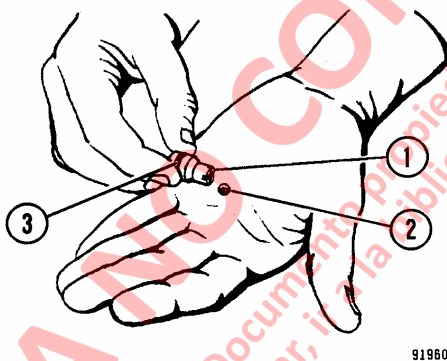
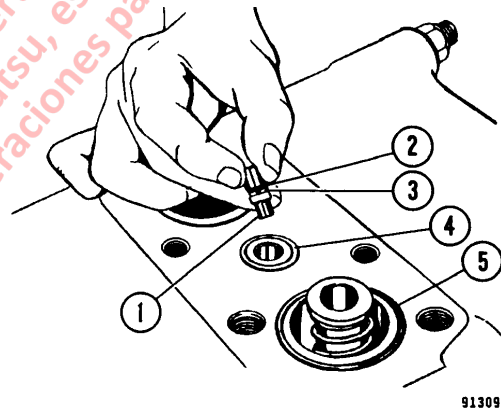
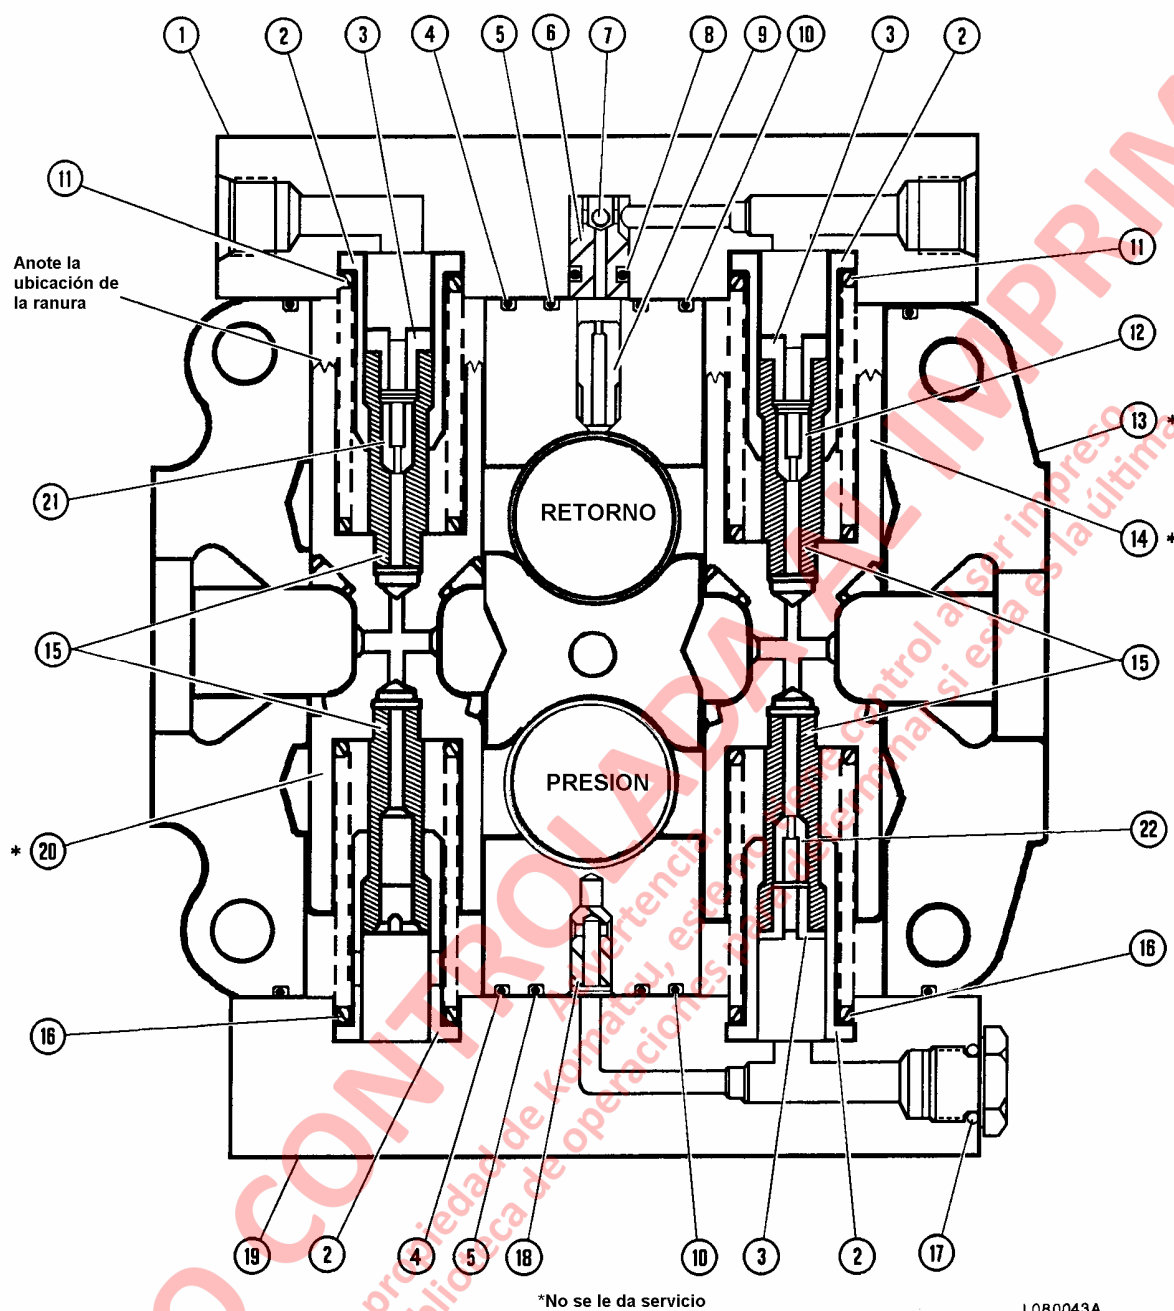

FIGURA 8-7. CABEZAL MOVIL Y BOLA
FIGURA 8-8. DESMONTAJE DEL CABEZAL MOVIL DE RESTRICCION
FIGURA 8-9. CONJUNTO DE LA SECCION DEL CARRETE DE LAS LUMBRERAS DE TRABAJO
2. Retire los pernos y saque la cubierta de la sección del carrete (1, Figura 8-9) de la caja.
3. Saque el cabezal móvil (1, Figura 8-7) de la cubierta del carrete. Saque y deseche el anillo de goma (3).
**NOTA:** El cabezal móvil (1) contiene una pequeña bola de acero. No la pierda.
4. Saque y deseche los anillos de goma (4) y (5, Figura 8-8).
5. Saque el cabezal móvil de restricción (1). Saque y deseche el anillo de goma (2) y el anillo de respaldo (3), si se usó. Fíjese en la posición del restrictor al desmontar para asegurar un reensamblado correcto.
6. Saque el conjunto del carrete (20, Figura 8-9). Fíjese en el color del resorte inferior (azul) para asegurar una ubicación correcta durante el reensamblado. También fíjese en la ranura en "V" en el extremo superior del carrete.
7. Saque el tapón (3) del extremo del carrete. Saque el asiento del resorte (2) y resorte (11). Saque el cabezal móvil (21) y el extremo de carrete (15).
*NOTA: Ponga especial atención a los cabezales móviles (12), (21) y (22, Figura 8-9) durante el desmontaje para asegurar una correcta ubicación durante el reensamblado. Los cabezales móviles se pueden identificar con un punto de color (Rojo, Verde o Blanco). Si los cabezales móviles no están codificados con color, utilice el cuadro de la Figura 8-10 y la broca especificada para medir el diámetro del orificio para su identificación.*
8. Repita el Paso 7 para desensamblar el extremo opuesto del carrete (20). Fijese que no haya tapones o cabezal móvil de restricción en el extremo opuesto y que el resorte sea azul.
9. Saque el conjunto del carrete (14). En el extremo superior del carrete, saque el tapón (3). Saque el asiento del resorte (2) y el resorte (11). Saque el cabezal móvil (12) y el extremo del carrete (15).
10. En el extremo opuesto, saque el tapón (3), el asiento del resorte (2) y el resorte (16). Saque el cabezal móvil de restricción (22) y el extremo del carrete (15).
11. Saque la cubierta (19), saque los anillos de goma (4), (5) y (10). Saque el cabezal móvil (18).
1. Lubrique los anillos de goma (4), (5) y (10, Figura 8-9) con aceite hidráulico limpio. Monte los anillos de goma en la caja del carrete. Instale el cabezal móvil (18). Instale la cubierta (19) y asegure en su lugar con pernos. Apriételos con un torque de **81 N.m (60 ft. lbs.)**.
2. Instale el resorte (11) en el carrete (20). Monte el asiento del resorte (2). Aplique Loctite en las roscas del extremo del carrete (15). Monte el extremo del carrete y apriete con un torque de **34 N.m (25 ft. lbs.)**. Monte el cabezal móvil verde (21). Aplique Dri-loc #204 a las roscas del tapón (3) instale y apriete el tapón con torque de **15 ft. lbs. (20 Nm)**.
*NOTA: Los cabezales móviles (12), (21) y (22) pueden tener código de color y deben montarse en su ubicación original.*
3. Repita el Paso 2 para el extremo opuesto del carrete (20) para montar el resorte, el asiento del resorte y el extremo del carrete. Asegúrese que el resorte (16) sea de color azul. En el extremo inferior no hay montado cabezal móvil ni tapón.
5. Instale el resorte (11, Figura 8-9) en el extremo superior (ranurado) del carrete que queda (14). Monte el asiento del resorte (2). Aplique Loctite a las roscas del extremo del carrete (15). Monte el extremo del carrete y apriete con un torque de **34 N.m (25 ft. lbs.)**. Monte el cabezal móvil rojo (12). Aplique Dri-loc #204 a las roscas del tapón (3). Instale y apriete el tapón con torque de **20 Nm (15 ft. lbs.)**.
6. Repita el Paso 5 para el extremo inferior del carrete (14). Instale el resorte (16) que es de color azul, el asiento de resorte (2) y el extremo del carrete (15). Aplique Loctite a las roscas del extremo del carrete. Monte el extremo del carrete (15) y apriete con un torque de **34 N.m (25 ft. lbs.)**. Monte el cabezal móvil blanco (22). Aplique Dri-loc #204 a las roscas del tapón (3) Instale y apriete el tapón con torque de **20 Nm (15 ft. lbs.)**.
*NOTA: Los carretes (14) y (20, Figura 8-9) son físicamente intercambiables. Asegúrese que el carrete (14) sea montado hacia la lumbrera base de la caja del carrete.*
8. Si se usaron, monte el anillo de goma (2, Figura 8-8) y el anillo de respaldo (3) en el cabezal móvil de restricción (1). Monte el cabezal móvil en la caja del carrete como se muestra en la Figura 8-9.
9. Monte los anillos de goma nuevos (4), (5) y (10).
10. Monte un anillo de goma nuevo (y el anillo de respaldo, si se usó) en el cabezal móvil (6, Figura 8-9). Asegúrese que la bola de acero pequeña (7) esté instalada en el cabezal móvil. Monte el cabezal móvil en la cubierta (1).
11. Con anillos de goma nuevos (4, 5 y 10) instalados, coloque la cubierta (1) sobre la caja del carrete. Asegure la cubierta en su lugar con pernos. Apriete los pernos con torque de **81 N.m (60 ft. lbs.)**.